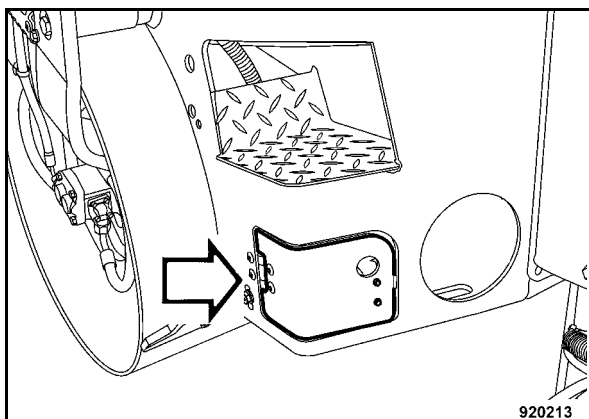

Fig. 153
- Aprire la copertura di protezione (Fig. 153) del telaio posteriore a destra.